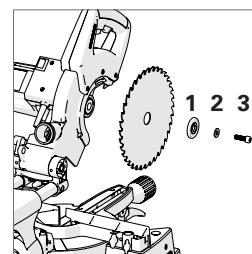

Fig. 20
Instalați flanșa exterioară (1) (partea plată înspre mașină), șaiba (2) și șurubul axului (3). (Fig. 20**)**